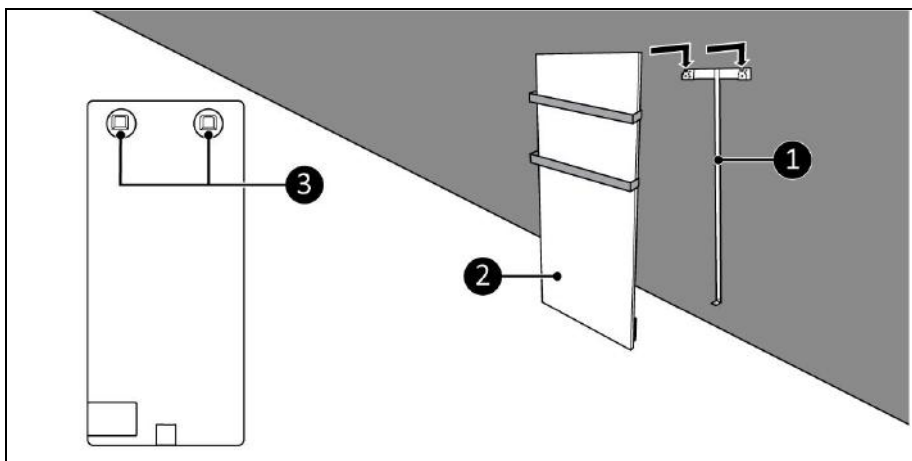

Figure 11
11. Placez les supports de l'appareil (figure 11, pos. 3) sur le support mural (figure 11, pos. 1).
12. Glissez l'appareil (figure 11, pos. 2) dans les ouvertures du support mural.